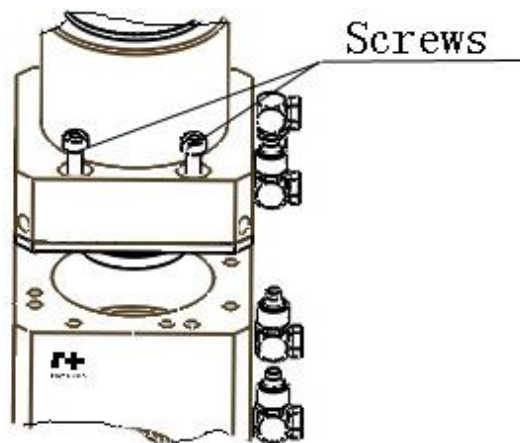

图 9 准直组件 CM
- 如图 9 所示将新的准直镜装入新的准直镜座内，把新的准直镜和准直镜座旋进 FRA 组件中并拧紧固定